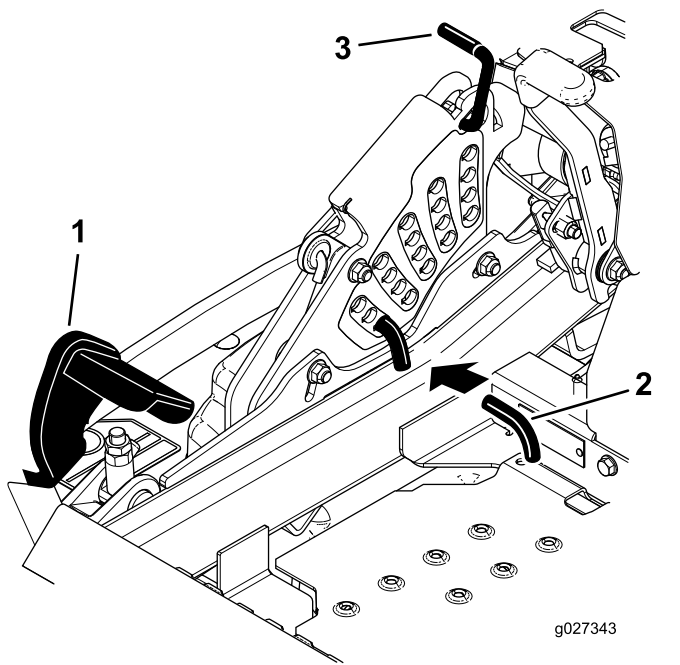

Figure 92
5. Enfoncez la pédale de levage du tablier de coupe au maximum pour verrouiller le tablier à la position de transport de 14 cm (5,5 po) (Figure 92).